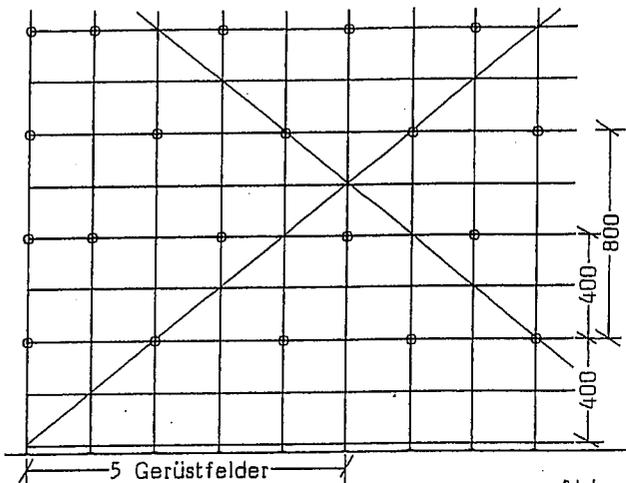
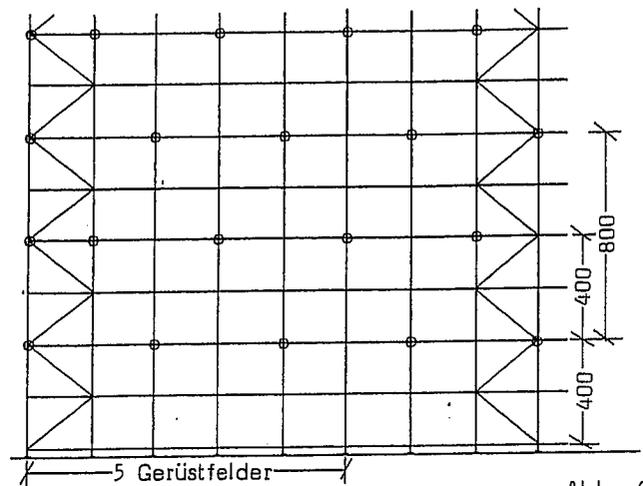

Abb. 68
Abb. 69
a) Kreuzende Anordnungen (Abb. 68) oder b) turmartige Anordnung (Abb. 69). Bei beiden Ausführungen dürfen einer Diagonale  $\varnothing 42,4$  mm höchstens 5 Gerüstfelder zugeordnet werden.